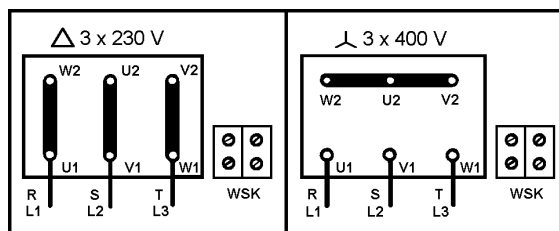

Рис. 3
- Схема подключения находится внутри клеммной коробки (также смотри рис. 3).